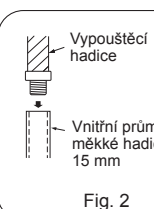

Fig. 2
- Je-li vypouštěcí hadice, která byla dodána s vnitřní jednotkou, příliš krátká, spojte ji s vypouštěcí hadicí (I), která by měla být v místě instalace předem připravena. (Fig. 2)